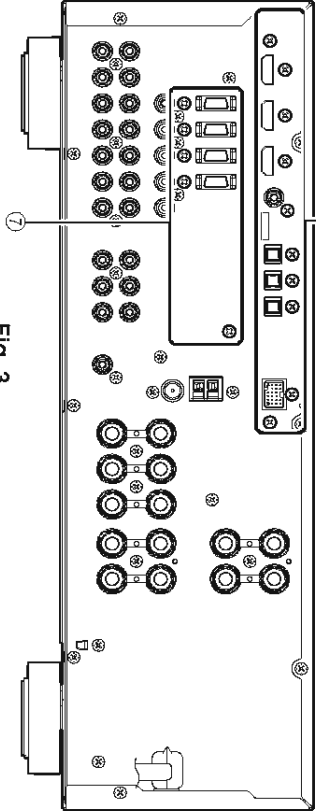

Fig. 3
- b. Remove 11 screws (⑥). (Fig. 3)
- b. ⑥のネジ10本を外します。(Fig. 3)
4. Removal of VIDEO (1) and (2) P.C.B.s
- a. Remove 7 screws (⑦). (Fig. 3)
4. VIDEO (1), (2) P.C.B.の外し方
- a. ⑦のネジ5本を外します。(Fig. 3)